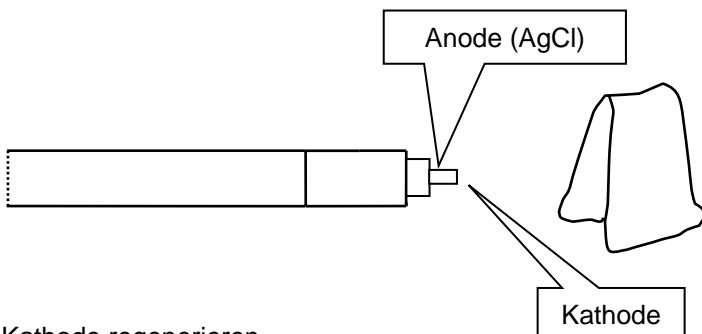

Bild 5
4. Silber/Silberchlorid-Anode vorsichtig mit Zellstoff abwischen. (siehe Bild 5)